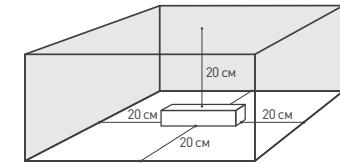

Рис. 3. Свободное пространство вокруг источника
4.4. Для естественной вентиляции обеспечьте свободное пространство вокруг источника питания не менее 20 см, как изображено на рис. 3. При невозможности обеспечить свободное пространство используйте принудительную вентиляцию.